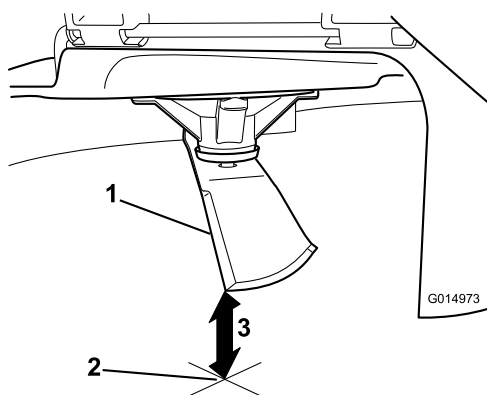

Figure 61
- Mesurez la distance entre la pointe de la lame et la surface plane (Figure 61).